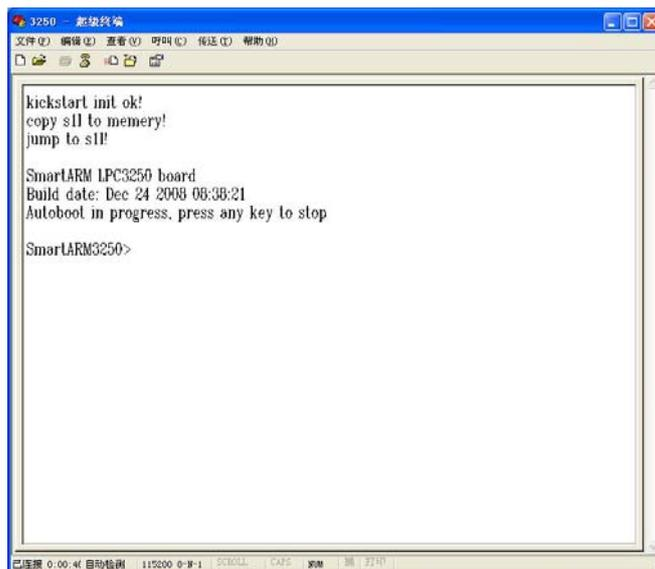

图 3.1 烧写 EBOOT
1. 用串口线连接 SmartARM3250 实验开发平台上的调试串口 (UART5) 和 PC 机, 在 PC 机上打开超级终端 (“开始” -> “所有程序” -> “附件” -> “通讯” -> “超级终端”), 建立一个名为 COM 的连接, 选择连接时使用 COM1, 串口参数配置如下: 波特率为 115200, 数据位为 8, 停止位为 1, 无校验, 无流控制。然后给实验平台上电, 同时不断的按键盘上的任意键, 直到超级终端中出现如图 3.1 所示的界面。